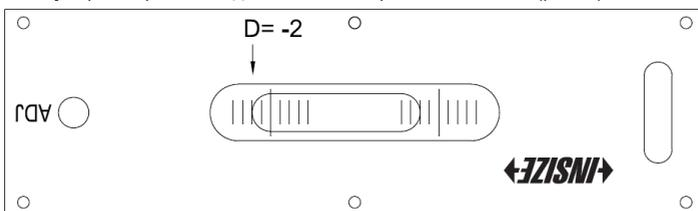

рис. 9
- г) После того, как пузырек перестанет двигаться, измерьте D на шкале (рис. 9).